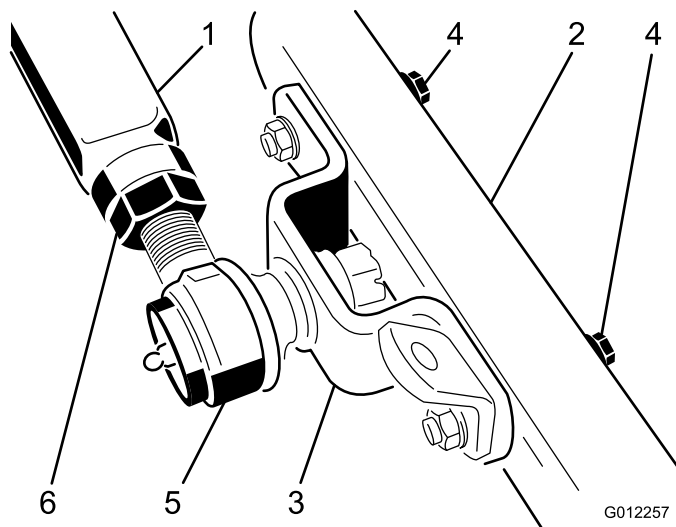

図 21
のキャストアームに固定しているキャップスクリュー、平ワッシャ、ロックナットを取り外す（図 21）。外し終わったら、アームを押えていた人は、アームを押さえつけていたちからを慎重にゆっくりとゆるめて68 kgのスプリング圧力を開放する。
5. もう一人に、左側プッシュアームを上からしっかり押し付けてもらって、ボールジョイント・マウントの穴とキャストアームの穴とを整列させる（図 21）。そしてすぐに、プッシュアームの上部とシャーシの下との間に 10 cm x 10 cm の角材をはさみ込む。